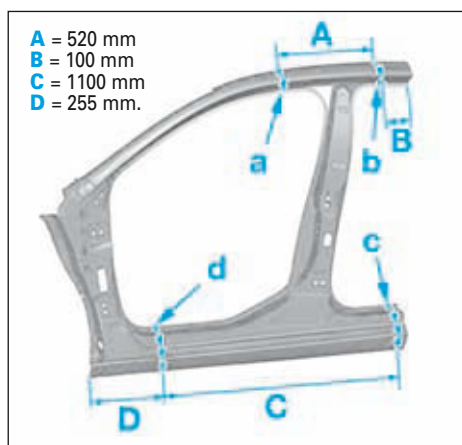

FIG.75
- Tracer puis découper en (a), (b), (c) et (d) selon les cotes (A), (B), (C) et (D) (Fig.75).